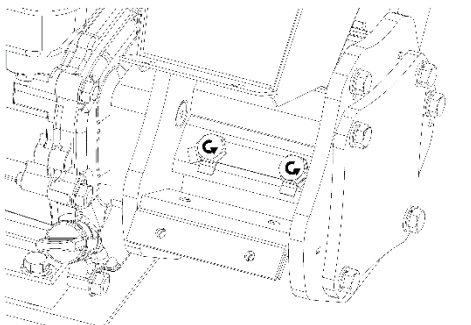
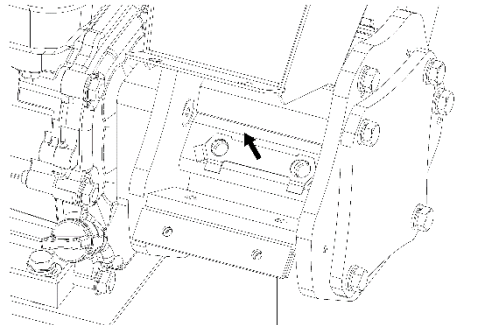

Рисунок 9
Рисунок 10
6. Открутите по очереди два болта крепления первого ножа против часовой стрелки (Рис. 9). Извлеките стопорную пластину (Рис. 10)